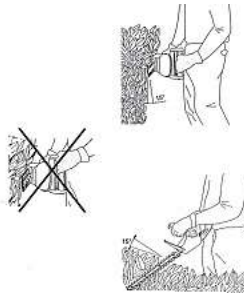

Рисунок 2
4.2 Для досягнення найкращих результатів, тримайте кушоріз таким чином, щоб кут між ріжучими ножами і кушами дорівнював приблизно 15°, дивіться рисунок 2.